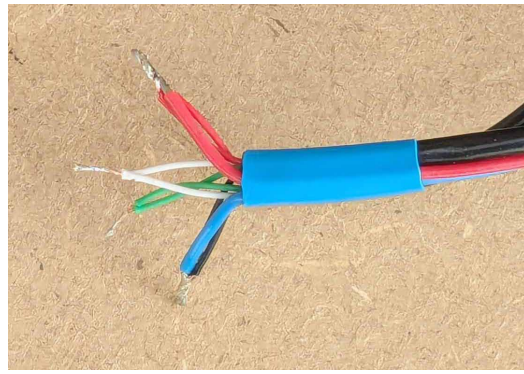

Figure 31 : souder les fils de même couleur
- Souder les fils de la manière suivante (Figure 31):